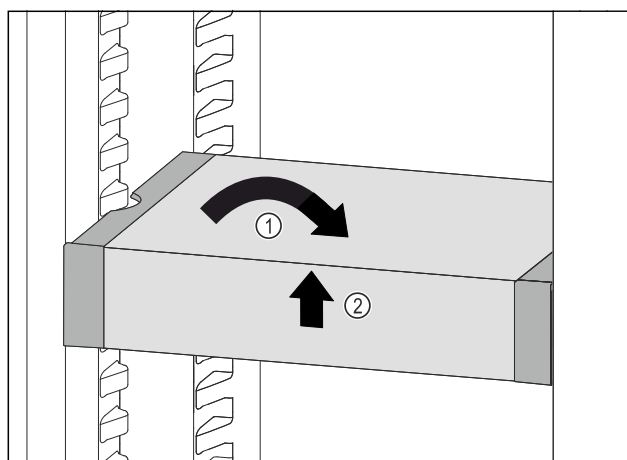

Fig. 211
- Poziționați drept VarioSafe. Fig. 211 (1)
- Ridicați în față VarioSafe. Fig. 211 (2)